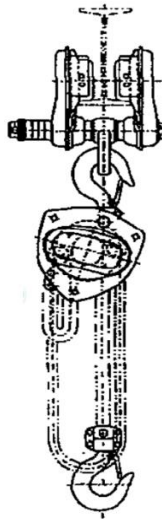
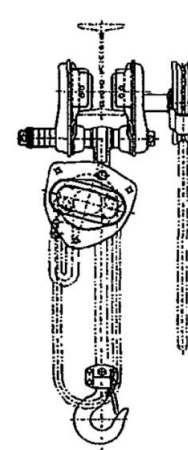

Fig. 5-2
Fig. 5-3
(1) Wciągniki z serii M3 mogą być połączone albo metodą zawieszenia haka górnego poprzez łącznik zawieszenia C, jak przedstawiono na fig. 5-1 lub, po usunięciu górnego haka wciągnika, korpus wciągnika jest bezpośrednio podwieszony poprzez łącznik zawieszenia C, jak pokazano na Fig.5-2. Jednakże wciągniki serii M3 o udźwigu 7.5t i większym zawsze powinny być zawieszane na haku i wtedy górny hak ma być zawieszony na wale zawieszenia wózka. Wciągniki serii CF mogą być zawieszane poprzez łącznik zawieszenia C, jak pokazano na Fig.5-3.
(2) Metoda zawieszenia na haku jest najlepsza w okolicznościach, gdy wciągnik łańcuchowy jest często przenoszony.